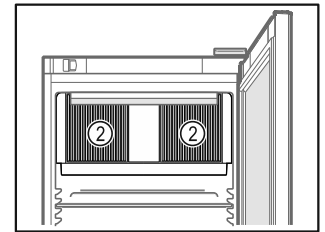

Fig. 39
- Ventilatiesleuf Fig. 39 (2) van de ventilator in de binnenruimte vrijhouden.